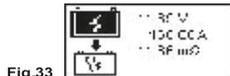
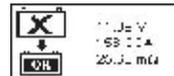

Fig.33
Fig.34
3. Verificar os dados da bateria, assim como deve verificar também as classificações da bateria, de seguida inserir como descrito anteriormente, e mostraram os resultados conforme (Fig.33 e Fig.34)
Fig.33- Resultados mostrados [recarga e teste novamente], indicou que a bateria deve ser carregada primeiro, antes de repetir o teste. Motivo: Estado da carga: 11.89V é muito baixo.
Fig.34 - Resultados mostrados [para substituir], isto significa que a bateria precisa de ser substituída como suas placa interna de resistência [int. R] 25,66 m Ω is superiores ao limite de 15 m Ω .